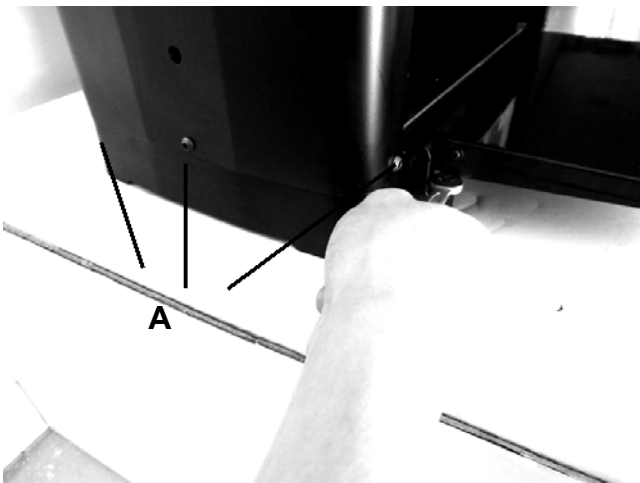

ABB. 12
3. Lösen Sie nun unten an der linken Seitenwand die drei Sechskantschrauben (A). Jetzt können Sie die Seitenwand abnehmen und auf den Getriebedeckel zugreifen. SIEHE ABB. 12.